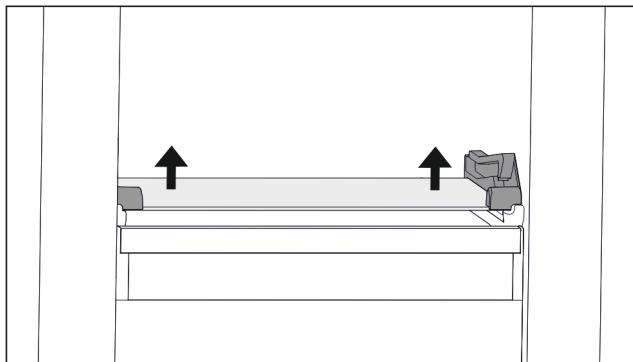

Fig. 131 Skleněná deska odklápěcí zásuvky
- Vytačte skleněnou deskou zdola na obou stranách nahoru. (viz Fig. 131)